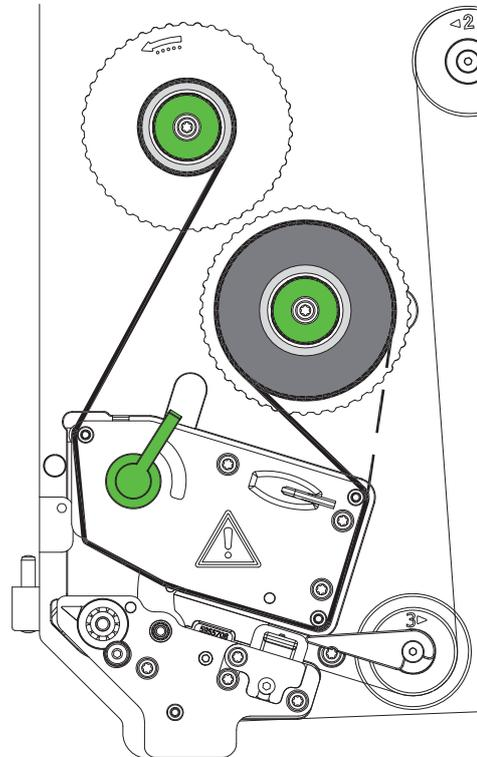

Figura 16 Percorso del nastro transfer
2. Ruotare la leva (6) in senso antiorario per sollevare la testa di stampa.
3. Spingere il rotolo di nastro transfer (3) sullo svolgitore (4) fino all'arresto, in modo tale che lo strato di colore del nastro dopo l'inserimento si trovi dalla parte opposta rispetto alla testina di stampa.
4. Reggere lo svolgitore (4) e ruotare la manopola (5) in senso antiorario, fino a fissare il rotolo di nastro transfer.
5. Spingere un'anima per nastri transfer adeguata sull'avvolgitore di nastri transfer (1) e fissarla allo stesso modo.
6. Condurre il nastro transfer attraverso la meccanica di stampa come rappresentato nella Figura 16.
7. Fissare l'estremità iniziale del nastro transfer sull'anima (1) con un nastro adesivo, osservando il senso di rotazione dell'avvolgitore del nastro transfer in senso antiorario.
8. Ruotare l'avvolgitore del nastro transfer (2) in senso antiorario per lisciare il nastro transfer.
9. Ruotare la leva (6) in senso orario, per bloccare la testina di stampa.